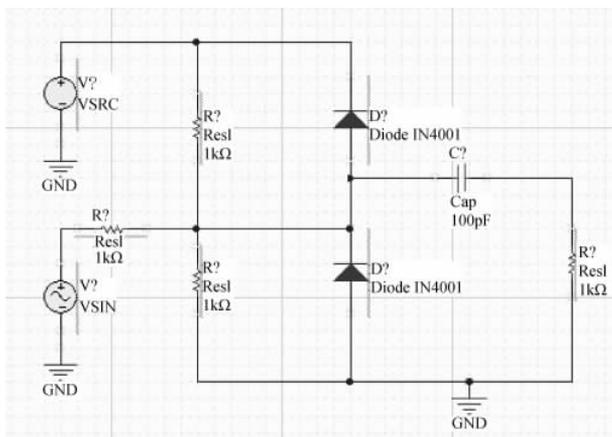

图 3-24 连接电路中的所有元器件
(4) 单击 AD 主界面下的工具栏内的连线按钮,将这些元器件和信号源按照图 3-24 所示的方式进行连接。